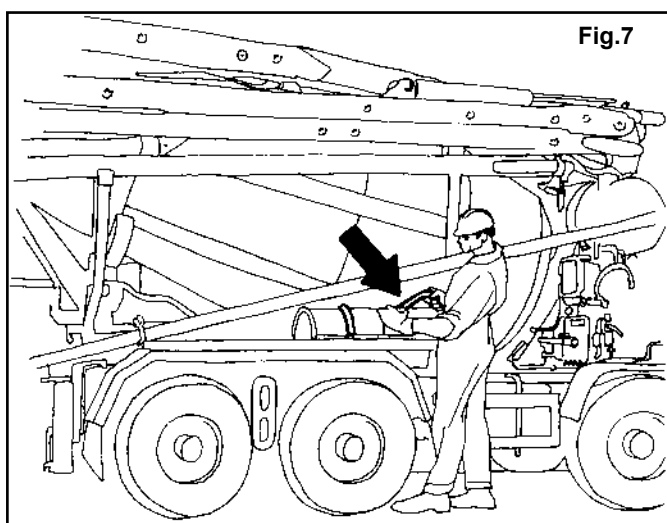

Fig.7
- zamknij zaciskiem kanały (Rys. 7);